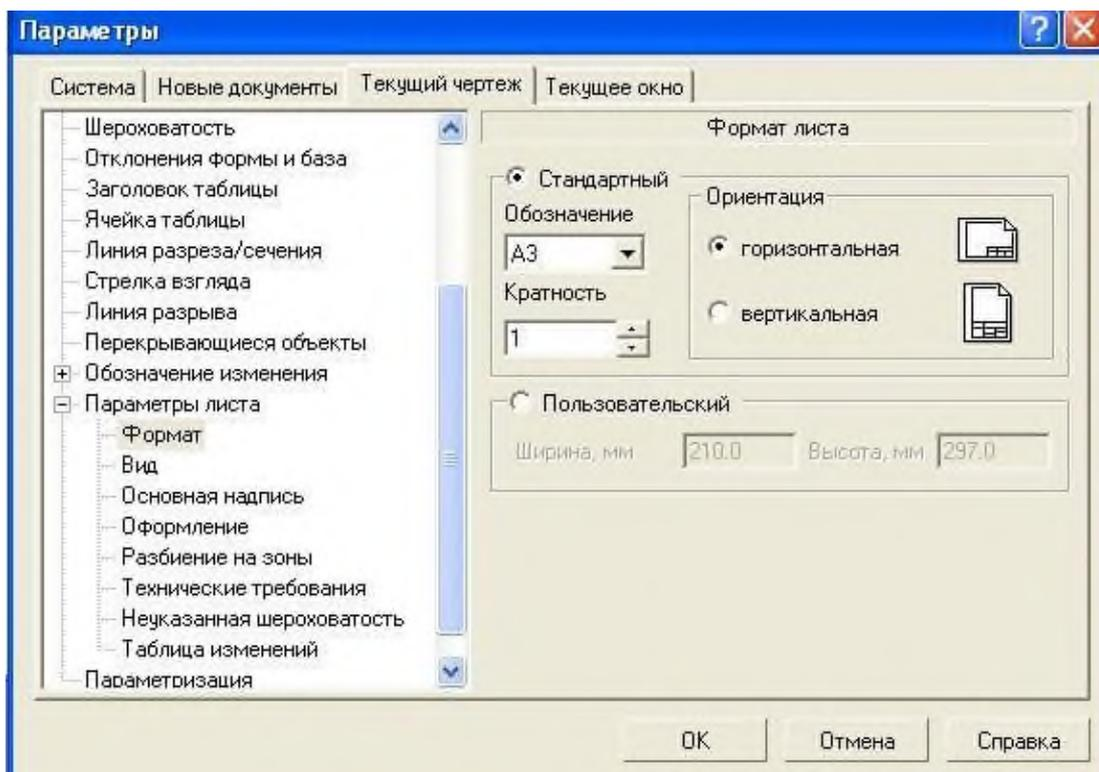

Рис. 1.13. Диалоговое окно **Параметры**.
2) в появившемся диалоговом окне «**Параметры**» выбрать строку **Параметры листа**, а затем строку **Формат** (рис. 1.13);